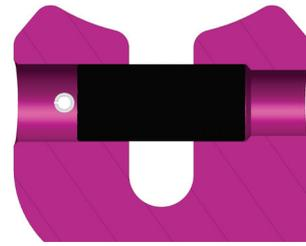

Abb. 5: G-Bolzenmontage durch Spannstift und Stufenbohrung (rechts). Ein G-Bolzen der nächst kleineren Größe fällt heraus.
- Der G-Bolzen muss durch den Spannstift und die Stufenbohrung unlösbar im Bauteil montiert sein (Abb. 5)